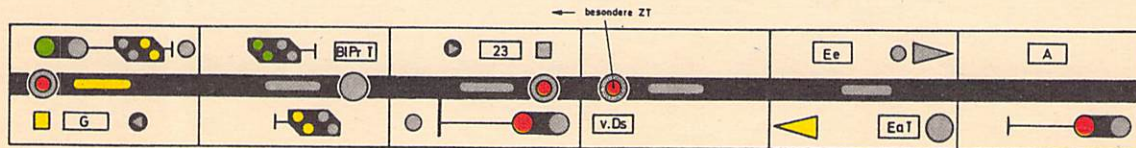

Bild 32
- (7) Wenn das letzte Zentralblocksignal für die ablaufende Richtung gilt, ist für die zulaufende Richtung eine besondere Zugstraßentaste vorhanden (vgl. Bild 32). Diese Taste ist mit **für Einfahrten**